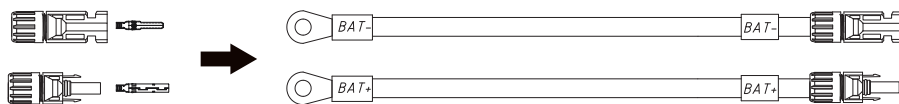

Figura 4.13
1. Rimuovere i due connettori della batteria dalla confezione e crimparli come mostrato nella Figura 4.13.